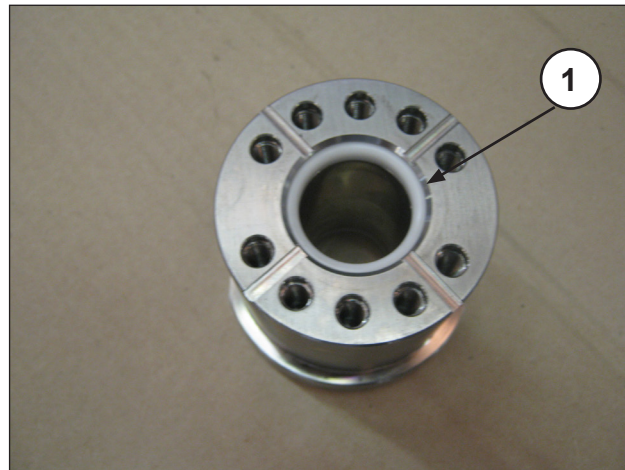

Рис. 55
- Вставьте уплотнительную прокладку в рубашку (поз. ①, Рис. 55).